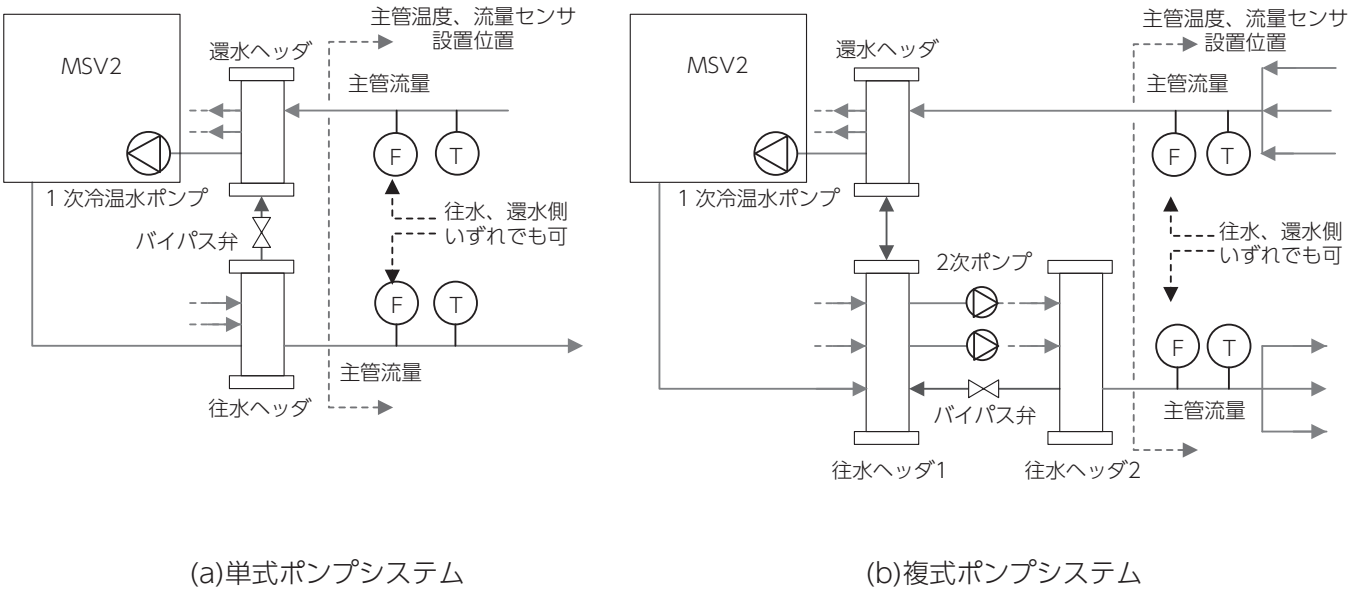

図6-3 主管温度、流量センサ施工事例
注1) 送水温度、還水温度、主管流量センサは必ず主管ヘッダより負荷側への設置が必要です。(図6-3参照)
2) 複式ポンプシステムのセンサ位置については図6-3(b)を参照願います。